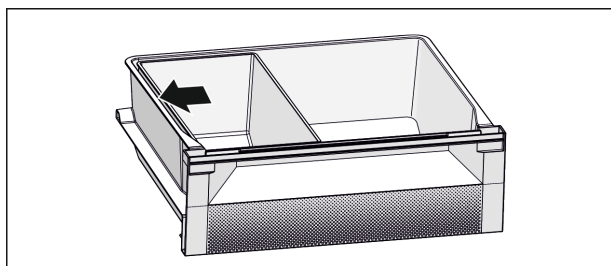

Fig. 7
- ▶ Az optimális hűtési funkcióhoz: A Fish & Seafood-tálcat az ábra szerint helyezze el (lásd Fig. 7).